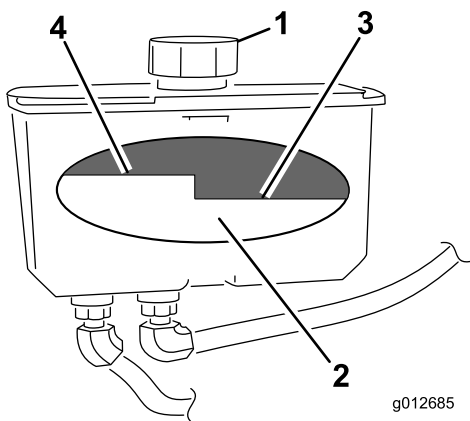

Figure 72
4. Nettoyez la surface autour du bouchon et du goulot de remplissage du réservoir hydraulique (Figure 72).
5. Enlevez le bouchon du goulot de remplissage. Vérifiez le niveau d'huile à l'intérieur du réservoir. (Figure 72).
**Remarque:** Lorsque l'huile est chaude, le niveau de liquide doit atteindre le haut du repère à chaud sur le déflecteur (Figure 72).